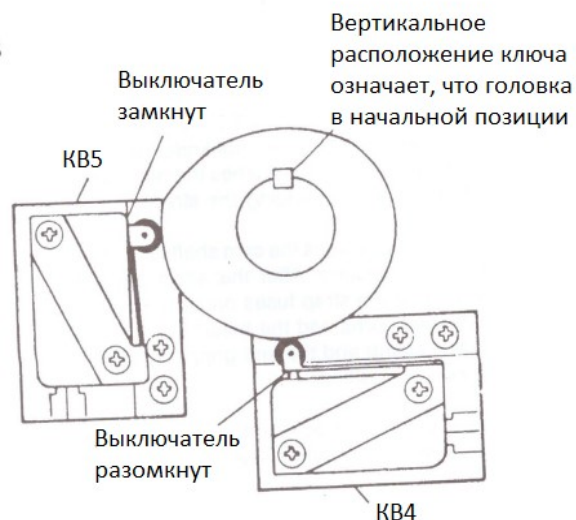

Рисунок 22. КВ4 и КВ5
2. Если необходимо отрегулировать микропереключатели, раскрутите крепежные болты и настройте КВ4 и КВ5 как показано на рис. 22. После настройки затяните крепежные винты.
1. Отрегулируйте зазор КВ5 по отношению к эксцентрику переключения. См. рисунок 22.